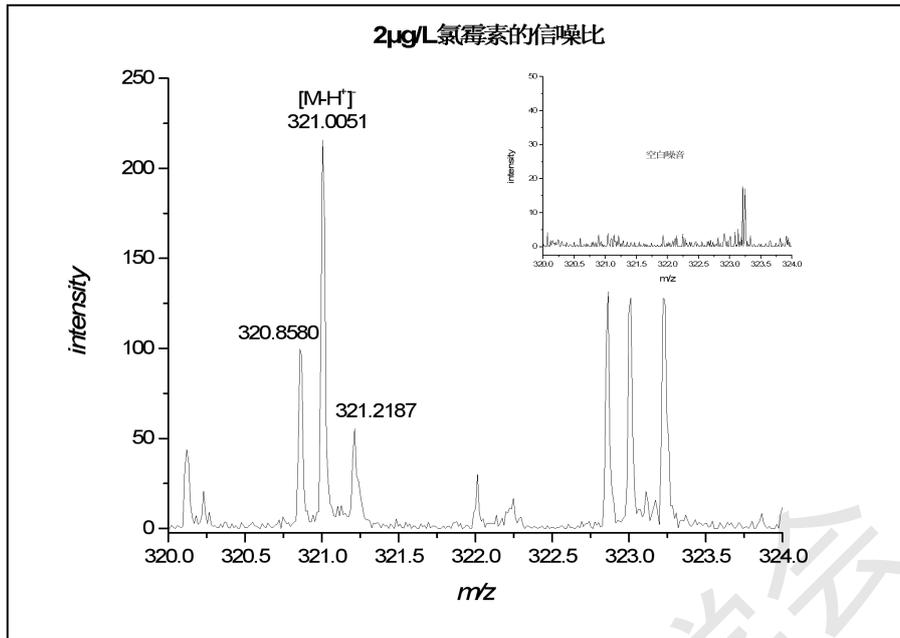
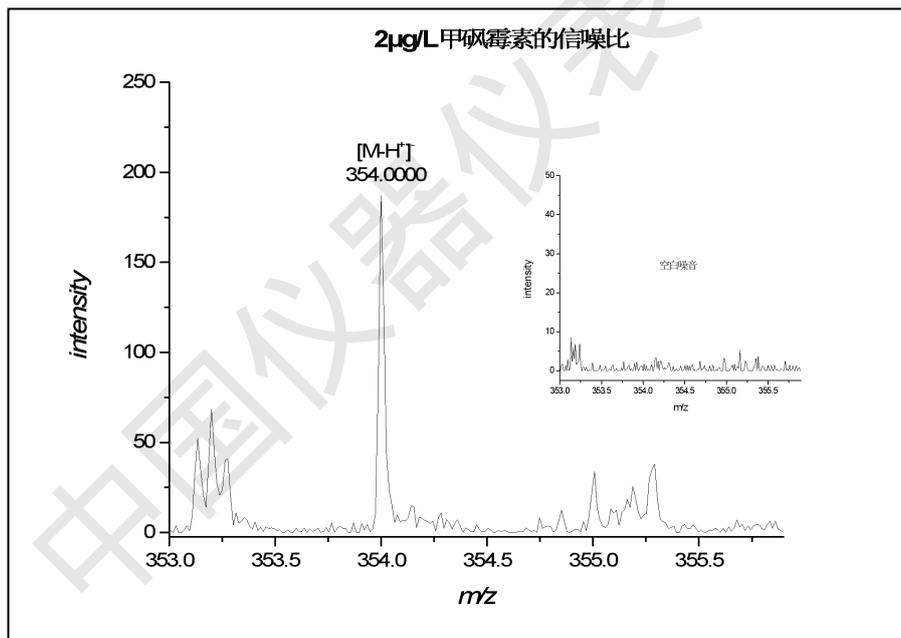
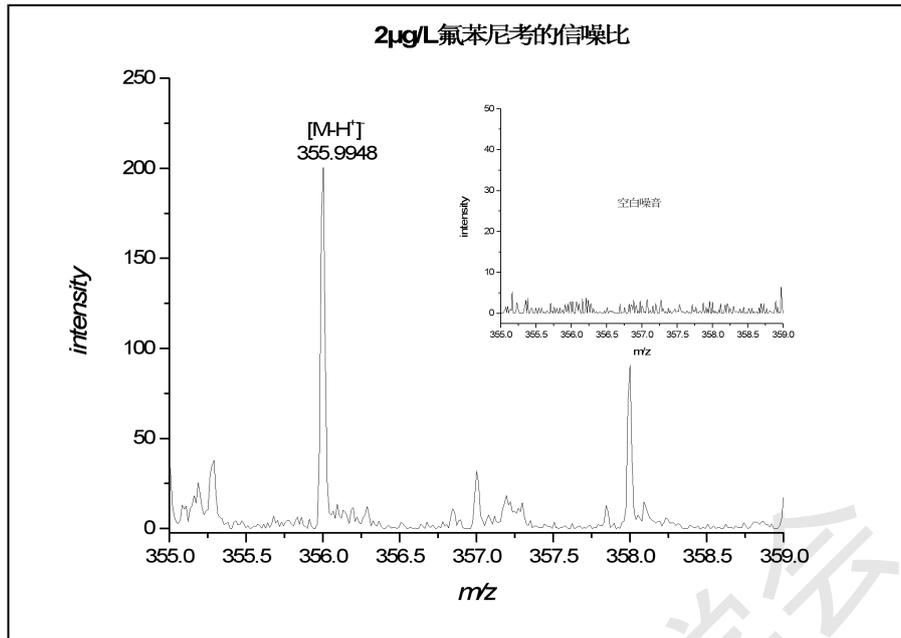

图 1 2 $\mu$ g/L 氯霉素的质谱图
图 2 2 $\mu$ g/L 甲砒霉素的质谱图
图3 2µg/L 氟苯尼考的质谱图
1) 将浓度为 2 $\mu$ g/L 的混标溶液用 OPSI-HESI 离子源检测，每次进样量约为 8 $\mu$ L，得出氯霉素、甲砒霉素和氟苯尼考的质谱结果如下图 1、图 2 和图 3 所示，其中 2 $\mu$ g/L 的氯霉素、甲砒霉素和氟苯尼考检测到的信号强度分别为 210、190 和 200，以及对应的空白噪音为 4、3 和 3。它们的信噪比分别为 53、63 和 67。